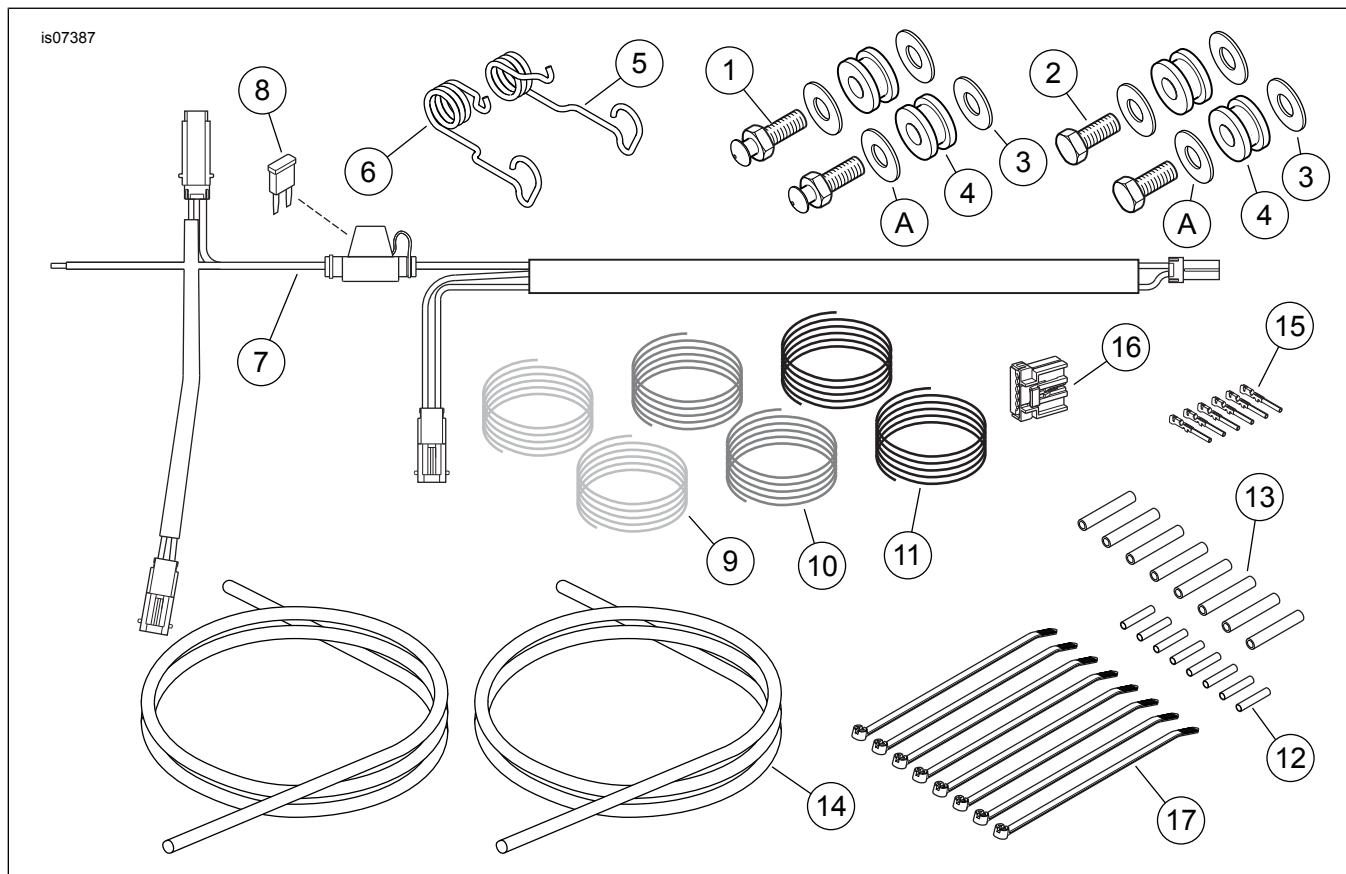

Figura 4. Parti di ricambio, kit di bulloneria per il montaggio di luci ausiliarie FLSTF e per il riposizionamento degli indicatori di direzione
Vedere Figura 4 e Tabella 1.
3. Vedere Figura 4. Procurarsi un perno di montaggio con testa a fungo (1), una vite a testa esagonale (2), due rondelle piatte (3) e due boccole (4) da **questo** kit, due rondelle cromate (A) dal kit di montaggio delle luci ausiliarie FLD e la luce ausiliaria e la barra di montaggio corrette assemblate in precedenza.
12. Vedere Figura 4. Procurarsi dal kit i sei fili (9, 10, 11), i sei connettori dei fili (12) e sei tratti di tubo termoretrattile (13). Tagliare e spelare le estremità di ogni filo seguendo le istruzioni riportate nell'appendice del manuale di manutenzione. Far scorrere un tratto di tubo termoretrattile su un capo di ciascuno dei sei fili.